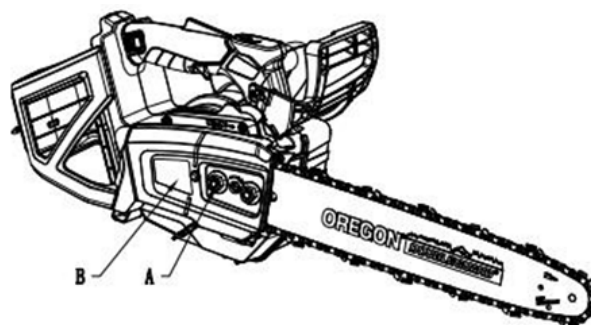

Fig 8
5. Aperte a porca da tampa da roda dentada da corrente (A) para instalar a tampa da roda dentada da corrente (B) (Fig. 8).